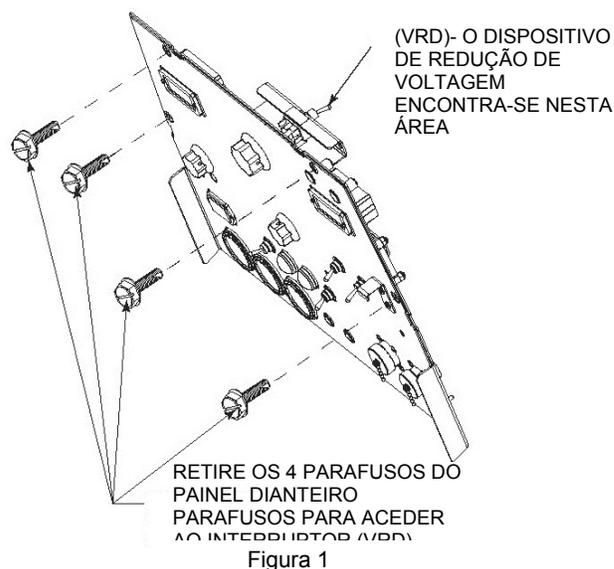

Figura 1
- Baixe o painel de controlo retirando os 4 parafusos do painel dianteiro. (Figura 1)
- Coloque o interruptor VRD na posição Ligar ou OFF (ver figura abaixo ponto "B"). (Figura 1)